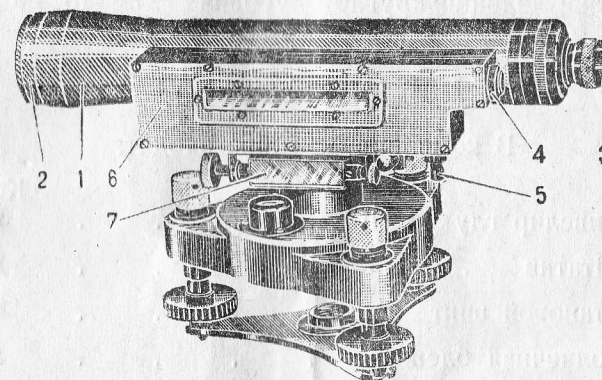

Рис. 1. Общий вид нивелира (со стороны уровня).
Нивелир НГ (рис. 1 и 5) состоит из двух основных частей: верхней (корпус нивелира), несущей зрительную трубу с наглухо скрепленным с ней цилиндрическим контактным уровнем и нижней, представляющей собой подставку—треножник.
2) Окулярной части 3 (рис. 1), в которой помещены окуляр и сетка нитей.
3) Объектива зрительной трубы в оправе 2 (рис. 1).
щих для передачи изображения концов пузырька в поле зрения лупы 4 (рис. 1), расположенной рядом с окуляром зрительной трубы.
При ампуле имеется исправительный винт 5 (рис. 1) с пружиной.
Коробка, внутри которой помещены система призм и ампула уровня, имеет крышку 6 (рис. 1) (с окном, закрытым защитным стеклом), которая предохраняет цилиндрический уровень от пыли, влаги, ударов и резких изменений температуры. В коробке имеется также окно для подсветки уровня снизу. В это окно попадают лучи, отраженные от зеркала 7.